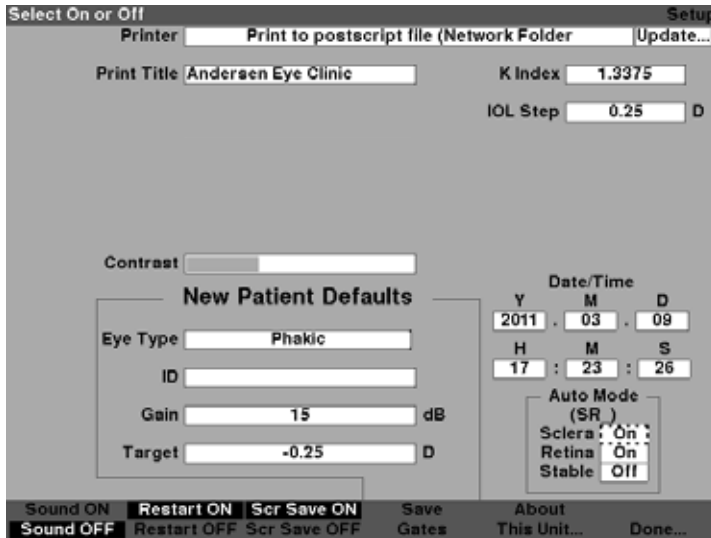

Figura 5-70 Cambio del modo automático: esclerótica activada
3. Con el campo Sclera (Esclerótica) activado, gire el control giratorio hasta que se muestre la palabra "On" (Activado). Ya no se activará el modo automático con la detección de la esclerótica, como se muestra en la Figura 5-70.